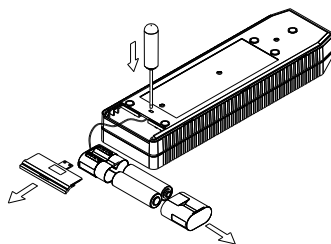

Рис.4. Способ вскрытия ячейки для элементов питания.
- разместить щелочные элементы (аккумуляторы) типа R6 (AA) в контейнере для элементов питания (рис. 4);